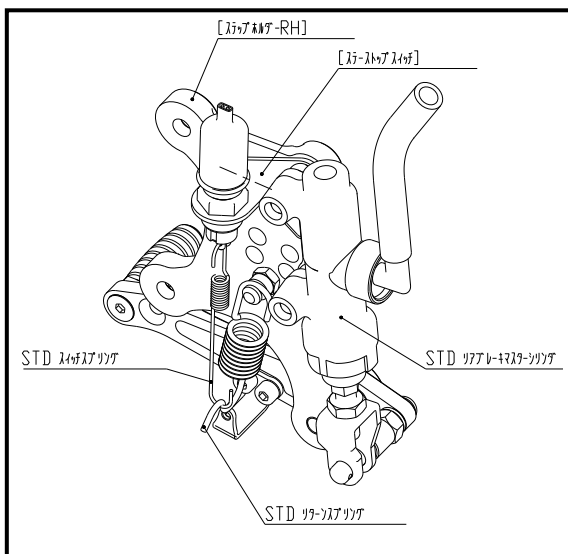

図3
- ・ STDリアブレーキマスターシリンダ及び、[ステアストップスイッチ]を[ステップホルダー-RH]と固定する。(図3)
- ・ STDスイッチスプリングをSTDリターンスプリングに引っ掛ける。(図3)